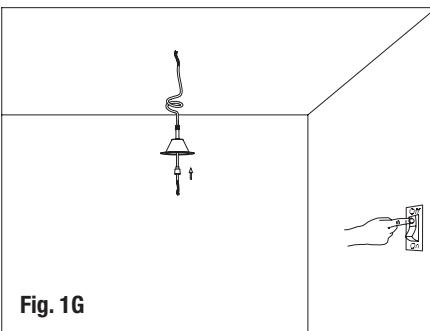

Fig. 1G
- Cut off the main power supply. Pass the suspension wire through the center hole of the junction box (Fig. 1G).
- Coupez l'alimentation électrique principale. Faites passer le câble de suspension à travers le trou central du boîtier de jonction (Fig. 1G).